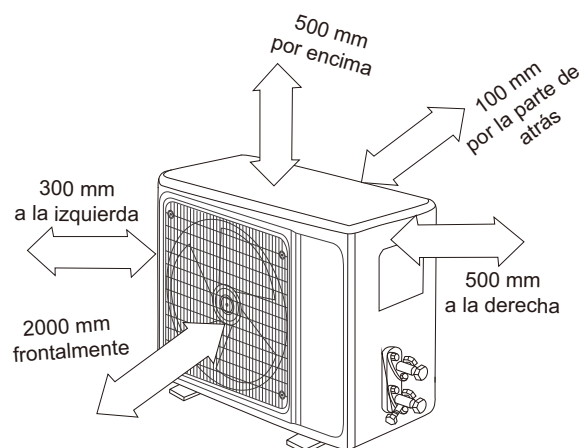

Fig. 5.1
- ☒ La ubicación debe cumplir con todas las distancias que se muestran en la fig. 5.1.